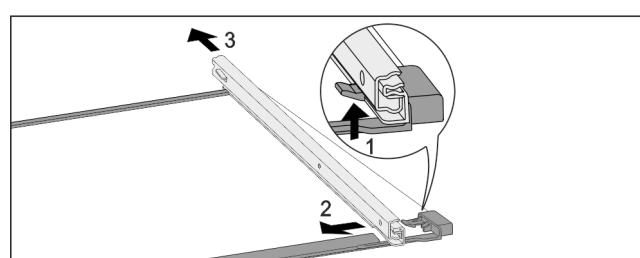

Fig. 150 Скляна пластина з рейками
- Натиснути передній гачок-фіксатор вгору. Fig. 150 (1)
- ▶ Виштовхніть виїзну рейку в сторону Fig. 150 (2) та назад Fig. 150 (3).